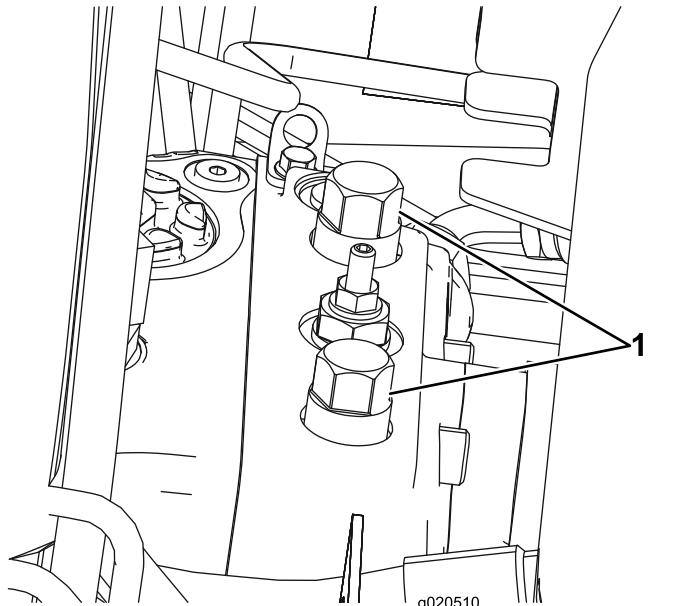

Figure 40
- Ouvrez le capot et localisez les vannes de dérivation (Figure 40) au sommet de la pompe, derrière la batterie/les bacs de rangements.